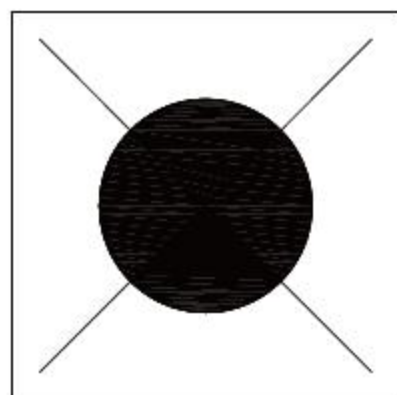

图8-200 填充图案
- 06 调用H【图案填充】命令，对圆形填充SOLID图案，结果如图8-200所示。